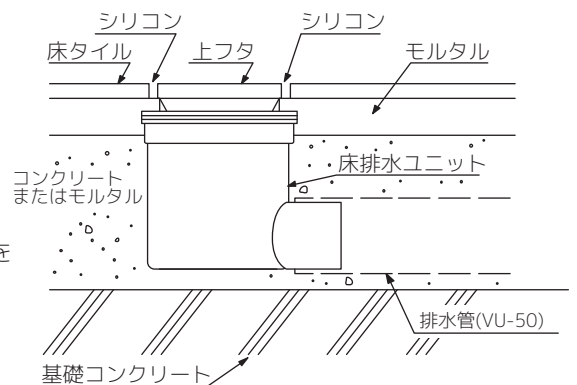

図2
①床排水ユニットを仮据えし、床排水ユニット上面に水準器等をあてて、水平レベル出しをおこなってください。
- △注意** ②排水管の内面に接着剤を塗布し、床排水ユニット（トラップ排水口）と排水管を接続してください（図2）。
排水ユニット周囲と仕上げ材の間にある程度のすき間を設けるように床仕上げをおこない、すき間はシリコンでコーキングしてください（図2）。